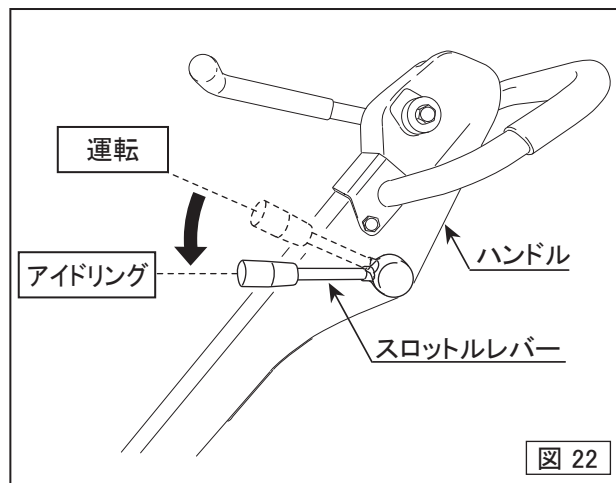

図 22
4. 作業を止める時は、スロットルレバーをアイドリングの位置へ素早く戻します。(図22)